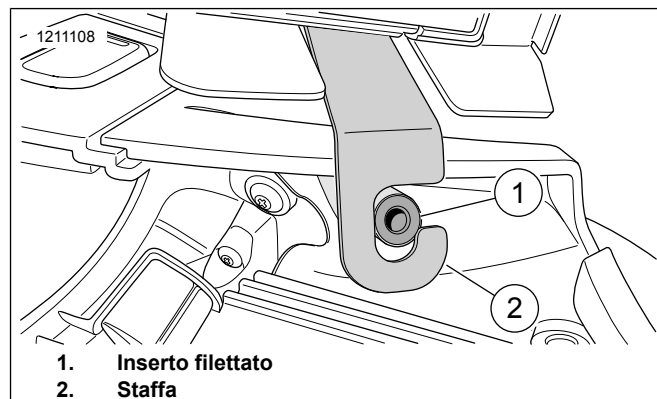

Figura 7. Staffa e inserto filettato (illustrato a sinistra, simile a destra)
9. Vedere la figura 7. Verificare che le staffe di montaggio (2) siano inserite completamente intorno all'inserto filettato (1).